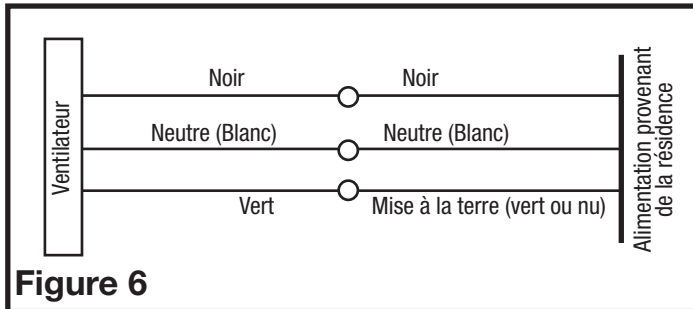

Figure 6
3. Connecter le fil Blanc provenant de la résidence au fil Blanc du réceptacle du ventilateur. Connecter le fil Noir de l'interrupteur mural au fil Noir du réceptacle du ventilateur. Connecter le fil de mise à la terre provenant de la résidence au fil Vert du réceptacle du ventilateur (**Figure 6**). Utiliser des méthodes approuvées pour toutes les connexions.